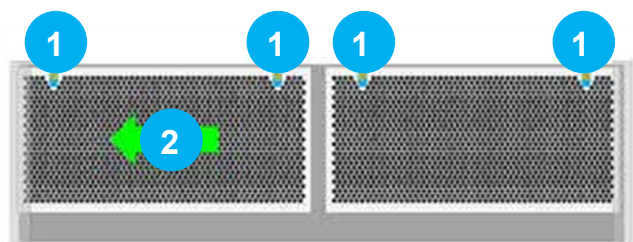

Fig. 9.1 Punto de fijación de la tapa GS
2. Unidades GS, afloje (NO QUITÉ) los tornillos en la parte superior de cada tapa de entrada frontal [1] (véase la Fig. 9.1 y la ranura del tornillo fácil 10) y luego deslice la tapa izquierda hacia la izquierda [2], lo que permitirá que la tapa se deslice por debajo de la tapa final, esto permitirá que la siguiente tapa se deslice hacia la izquierda [3] (véase la Fig. 9.1) permitiendo que se libere de la ranura del tornillo [4] tirando hacia adelante y levantándola hacia arriba fuera de la ranura inferior de la caja.